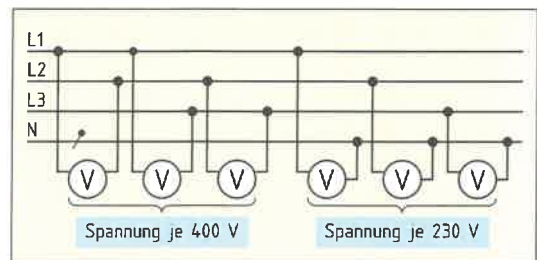

Bild 1: Spannungen im Vierleiter-Drehstromnetz
10. Im 400-V-Netz beträgt die Leiterspannung $U = 400\text{ V}$, die Spannung zwischen Außenleiter und Neutralleiter $U_N = 230\text{ V}$ (**Bild 1**). Welchen Vorteil bietet ein solches Netz für den Nutzer?